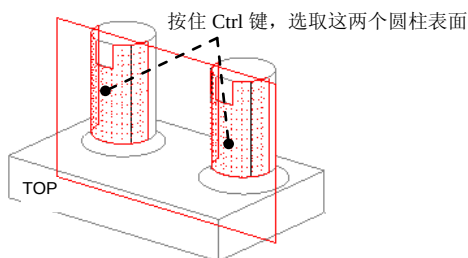

图 3.3.31 操作过程
- (1) 按住 Ctrl 键，选取图 3.3.31 中的两个圆柱表面。
- (2) 单击 **模型** 功能选项卡 **编辑** 区域中的“相交”按钮 。
- (3) 按住 Ctrl 键，选取图 3.3.31 所示的 TOP 基准平面。
- (4) 单击  按钮，预览所创建的基准曲线，然后单击“完成”按钮 .